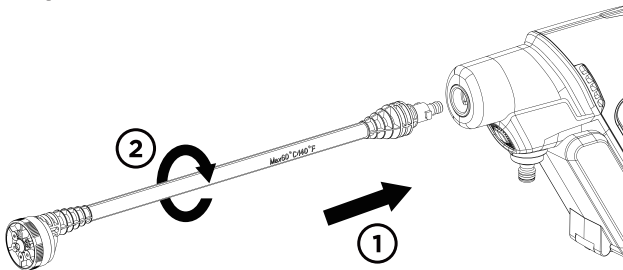

Abb. 1
MONTAGE DES SPRÜHSTABS MIT MEHRFACHSPRÜHDÜSE (Abb. 1)
1. Stecken Sie das Ende des Sprühstabs mit der Mehrfachsprühdüse in den Hochdruckreiniger und drehen Sie ihn im Uhrzeigersinn, um ihn zu sichern. (Abb. 1)